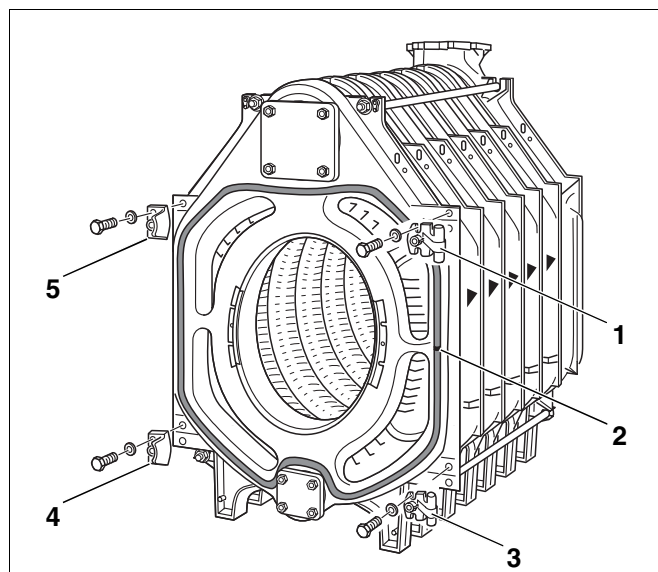

Fig. 28 Montering af hængseltappe og tætningslister
- Kom nogle dråber Silastik-klæber med en afstand på 15 til 20 cm i tætningerne omkring åbningerne til fyrboksen og røgslagene på det forreste element (Fig. 28).
- Læg GP-tætningssnor i tætningssporet på forelementet. Samlingen i tætningssnoren skal være placeret på siden. (Fig. 28, **pos. 2**).
- Skru hængseltappene (ved højreanslag) på det forreste element med 2 maskinskruer M12 x 55 (Fig. 28, **pos. 1 og 3**) i hver. Skru på samme måde hængseltappene på i venstre side ved venstreanslag.
- Skru tætningslisterne med skråt anslag til brænderdøren (ved højreanslag) på det forreste element med 2 maskinskruer M12 x 55 (Fig. 28, **pos. 4 og 5**) i hver. Skru på samme måde tætningslisterne på i højre side ved venstreanslag.